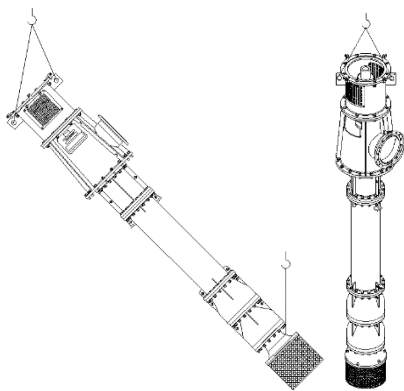

Рис.2
- Для подъема краном, насос следует обхватить подходящим ремнем, как показано на рисунке. Уложить насос в петлю, которая затянется под действием собственного веса насоса (для насосов длиной не более 10м). Если длина насоса более 10 м, следует собрать насос в горизонтальном виде, постепенно спуская насос в колодец при помощи специального приспособления. (см. рис.2)